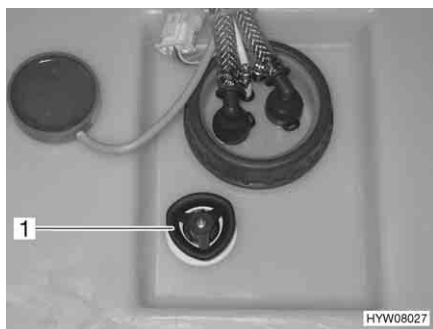

Fig. 134 Serbatoio dell'acqua con maniglia girevole
- Sul serbatoio dell'acqua ruotare la maniglia girevole (Fig. 134,1) in senso antiorario, oltre la resistenza verso l'esterno fino all'arresto, per aprire completamente l'apertura di scarico.